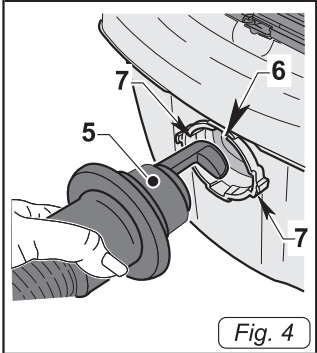

Fig. 4
- Introducir el manguito de conexión bayoneta (5 Fig.4) en el orificio (6 Fig.4) del bidón, haciendo coincidir los ganchos del manguito con las ranuras (7 Fig.4) del orificio del bidón; luego girar el manguito en sentido horario hasta bloquearlo.